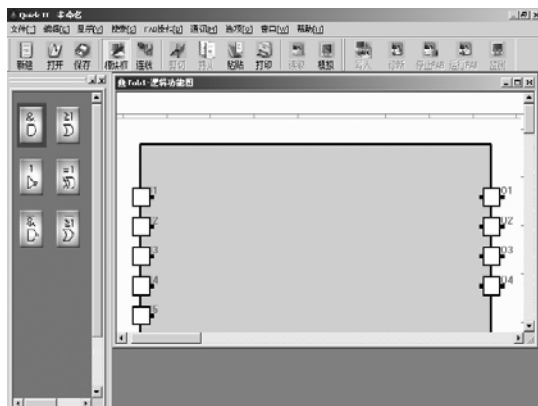

图 4.3 新文件编辑窗
3. 选择完毕控制器类型后，用鼠标左键单击OK按钮，弹出保存窗口，如图4.5所示，保存文件设置完毕，再按“保存”按钮，或者不保存按“取消”按钮，界面出现一组织新的功能图编辑视窗，如图4.3所示。